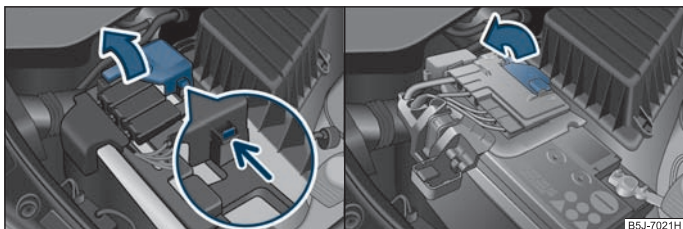

Abb. 140 Batterie: Abdeckung hochklappen (automatisches Getriebe) / (Schaltgetriebe)
- Entriegeln Sie die Verriegelung an der Pluspol-Seite der Batterie ⇒ Abb. 140.
- Klappen Sie die Abdeckung in Pfeilrichtung hoch ⇒ Abb. 140 (automatisches Getriebe) bzw. ⇒ Abb. 140 (Schaltgetriebe).